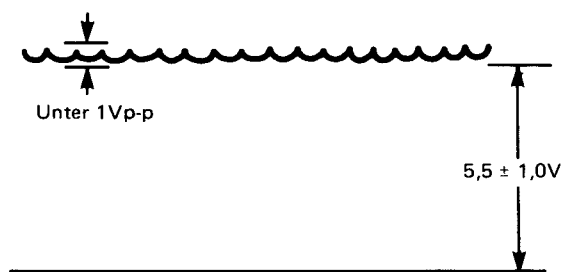

Abbildung 87
2. Den Ausgang des TP-709 auf dem Oszilloskop (mit TP-708 an Masse gelegt) beobachten und überprüfen, ob die angegebenen Werte erreicht werden. (Abb. 87)